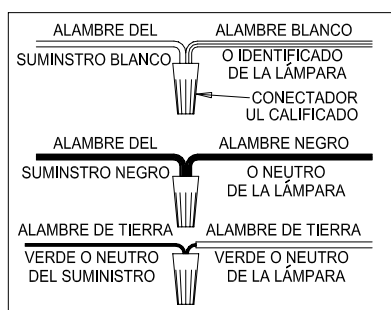

FIG.2
B.-TECHOS SUSPENDIDOS: Coloque el aplique en el enrejado del techo de modo que las barras "T" (5) pasen por las muescas (6) de las barras para colgar. Cierre las barras doblando sus extremos, a fin de acoplar las lengüetas integrales (7). De ser necesario, afiance con tenazas.
C.- UBIQUE LA CAJA (8) a lo largo de las barras para colgar (2) en la posición deseada y, usando tenazas, apriete bien las 4 trabas (10) en el bastidor de yeso (11) sobre las barras-para impedir que la caja se mueva. Los colgadores de barra pueden ser instalados en otras ranuras (12) cuando las condiciones de montaje lo exijan.
D.- ABRA LA TAPA DE LA CAJA DE CONEXIONES (13) levantando el muelle de hoja.
E.- PASE LOS HILOS DEL SUMINISTRO: Por los conectores UL listado (no incluidos), en uno de los cinco agujeros ciegos (14) en la caja de conexiones (15) o, cable tipo NM (Romex), por una apertura encima de la placa de retención (16). Conecte los hilos (17) conforme a Fig.2. Reponga la cubierta.
F.- Regule la altura de la cubierta (8): Afloje los tornillos (18), baje la cubierta a ras del cieloraso y enrosque de nuevo los tornillos. *onde et serrez à nouveau les vis.*
G.- Para proporcionar acceso a la caja de empalmes (15), después de acabar con el cielorraso, desenrosque los tres tornillos (18) que mantienen la cubierta (8) en posición. Baje la cubierta. Ahora se puede retirar la cubierta de la caja de empalmes (9) para hacer el mantenimiento.